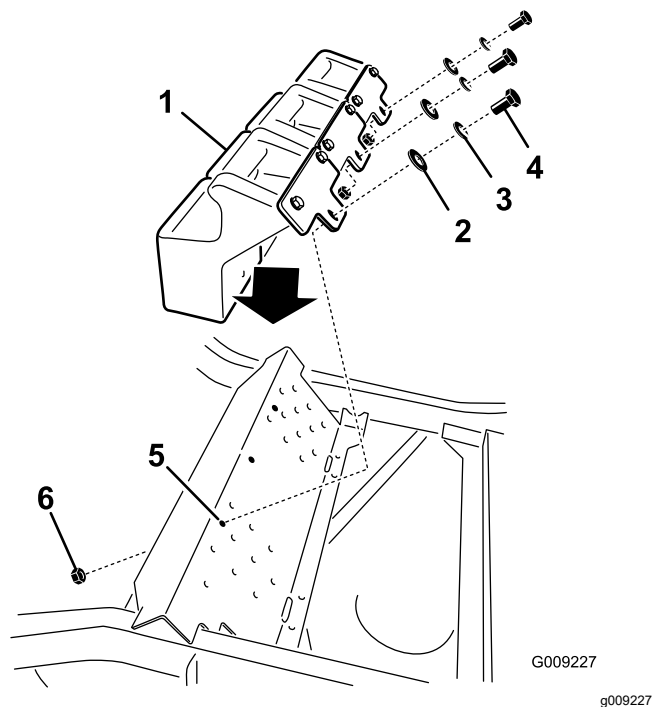

Figura 32
5. Montez les masses avant au sommet du repose-pied (Figura 32).
6. Fixez les masses avant au sommet du repose-pied et sur le support de montage de masse à l'aide de 6 boulons ($\frac{3}{8}$ x 1 po), 6 rondelles frein ($\frac{3}{8}$ po), 3 écrous à embase (petite embase) ($\frac{3}{8}$ po) et 6 rondelles plates ($\frac{3}{8}$ po) (Figura 32).